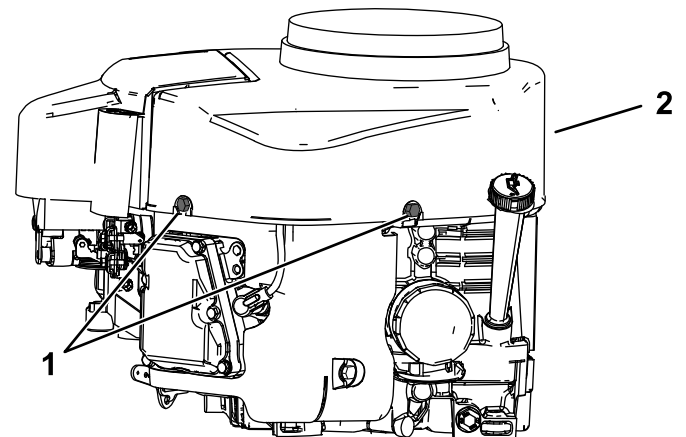

Figure 45
- Desserrez les boulons et déposez le carter du ventilateur (Figure 45).